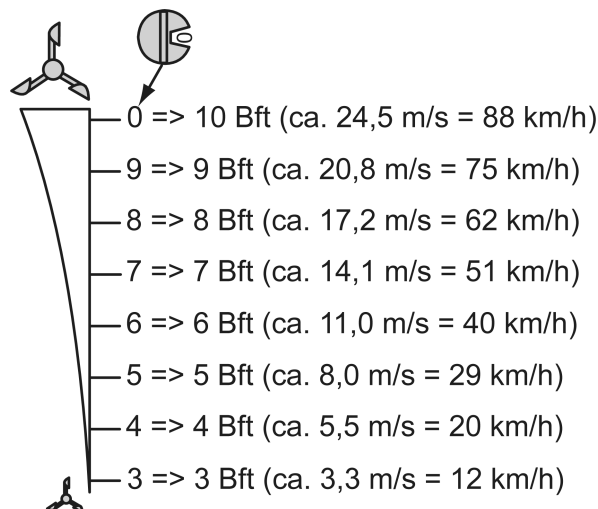

Bild 5: Windstärkeeinstellung
- Mit dem Drehschalter (9) die Windstärke einstellen, bei welcher der Behang in die geschützte Endlage fahren soll (siehe Bild 5).